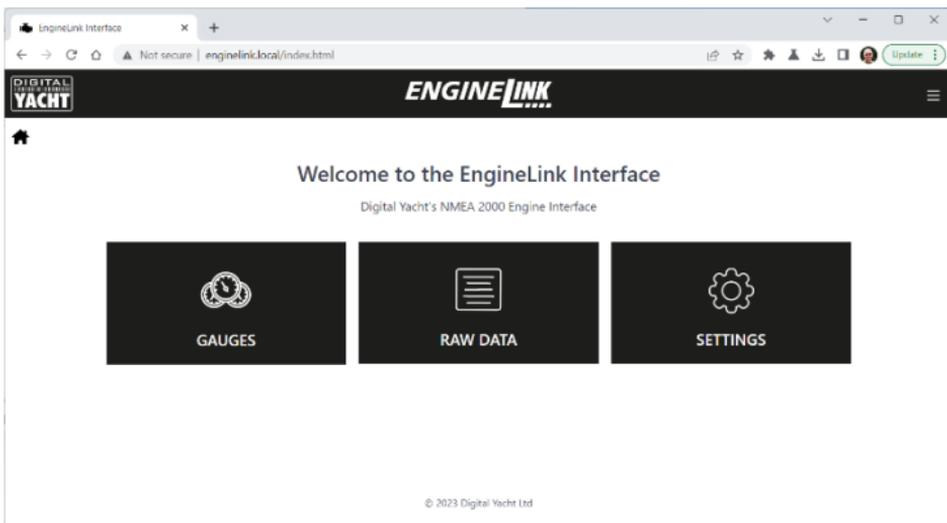

Imagen 1
- Un dispositivo inalámbrico, conectado a EngineLink, puede acceder a su interfaz web en un navegador en la dirección **http://192.168.1.1** o **http://enginelinek.local**, que debería mostrar la página de inicio de EngineLink como se muestra en la Imagen 1.